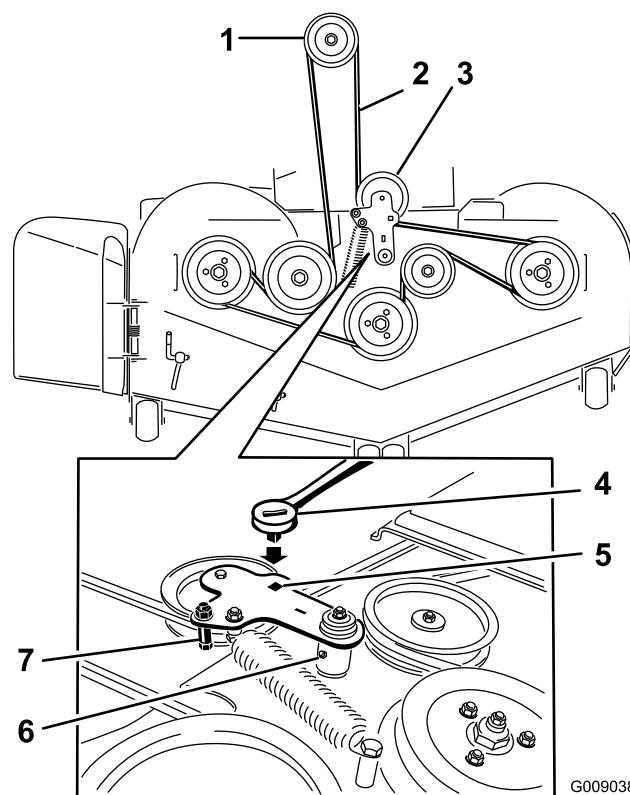

Figure 81
5. Insérez un rochet dans le trou carré du bras de la poulie de tension pour détendre le ressort de la poulie de tension (Figure 81).
7. Enlevez le guide de courroie situé sur le bras de la poulie de tension rappelée par ressort, comme montré à la Figure 81.
9. Acheminez la courroie neuve autour des poulies du tablier de coupe et de la poulie d'embrayage, sous le moteur (Figure 81).
10. Montez le guide de courroie sur le bras de la poulie de tension, comme montré à la Figure 81.
11. Insérez le rochet dans le trou carré et montez le ressort de la poulie de tension (Figure 81).